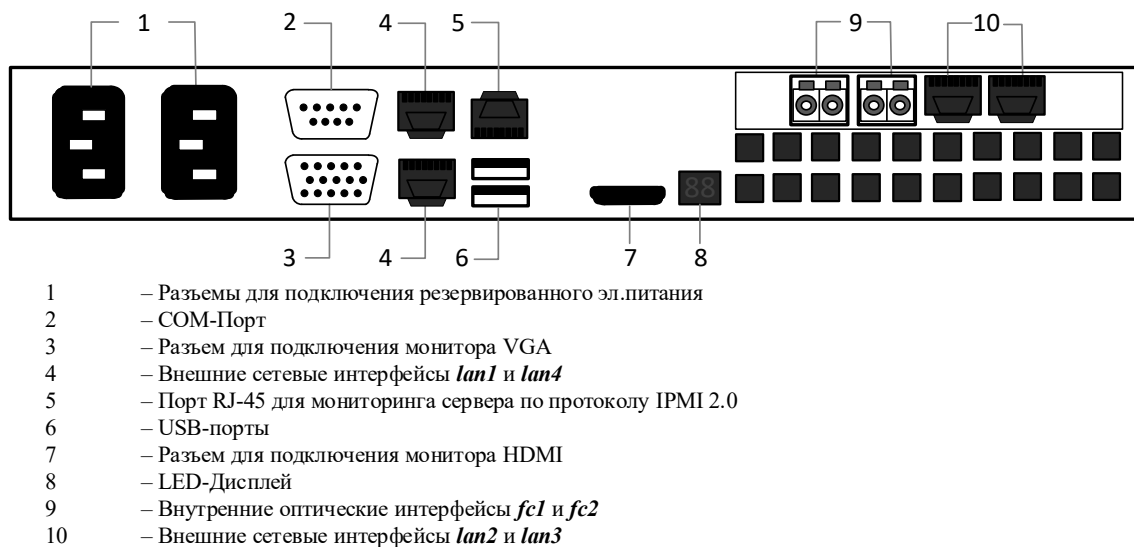

Рисунок 12. Задняя панель прокси-сервера (модель EL108) для АПК InfoDiode PRO
На Рисунок 12 изображена задняя панель прокси-сервера Kraftway (модель EL108) для АПК InfoDiode PRO
3. Найдите блок `<subsystem xmlns="urn:ru:amt:diode:config:1.0:network">...</subsystem>` и измените сетевые параметры интерфейса управления lan4 и маршрута по-умолчанию (Рисунок 12)